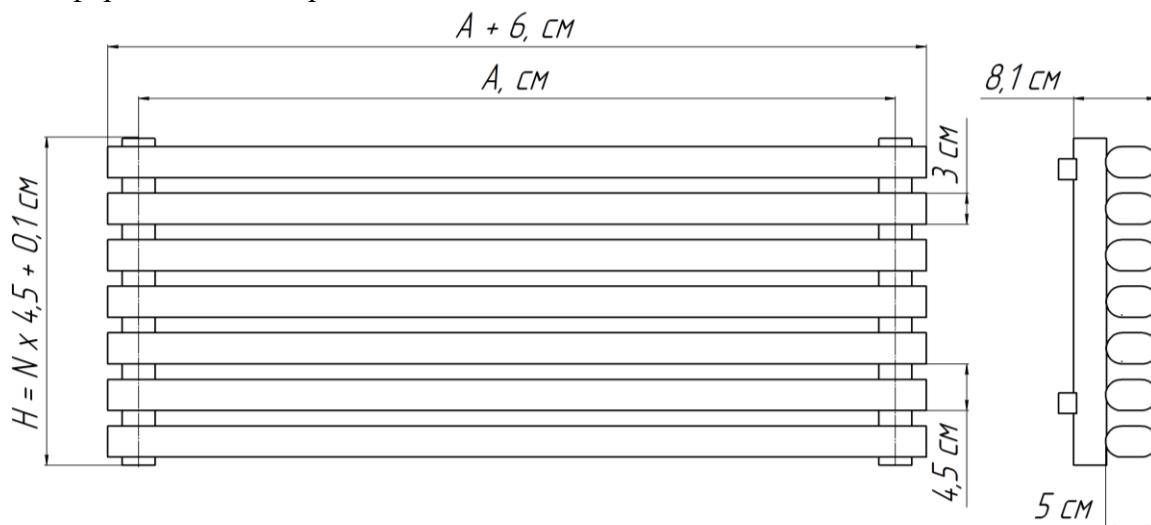

Рис. 1. Радиатор «ELLIPSE P H», где: А – межцентровой монтажный размер; N – количество секций; Н – габаритная высота.
- 2.1. Основные размеры и параметры радиаторов приведены на Рис.1 и в Таблице №1.